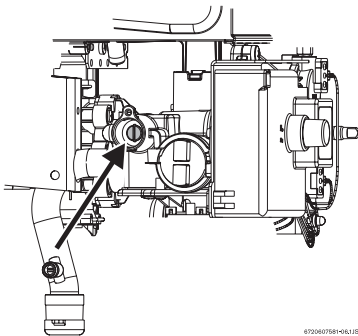

Bild 11 Einstellschraube max. Gasmenge
- Plombierung von der Einstellschraube entfernen (Bild 11).
- Mit der Einstellschraube (Bild 11) den Düsendruck gemäß Tabelle 2 einstellen.